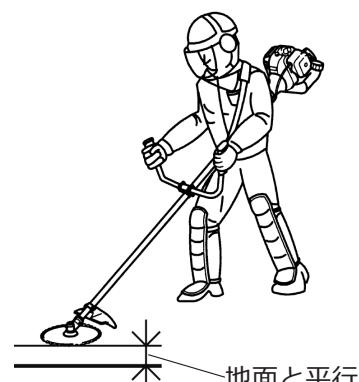

図3
- ③ 本製品を体の右側に吊り下げ、図3のように刈刃が地面と平行となるように、バンドの長さを調整してください。